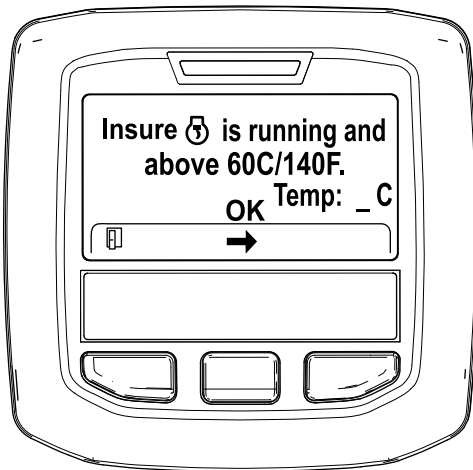

Figure 45
5. Si la température du liquide de refroidissement est inférieure à 60 °C (140 °F) le message « Insure ⚙ is running and above 60C/140F » (vérifier que *** fonctionne et est supérieure à 60 °C/140 °F) s'affiche (Figure 45).